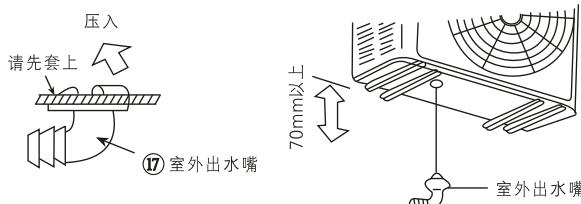

图31
2 欲利用出水孔将冷凝水导出时,请将机体在安装后沿换热器均匀地注入适量的水,观察底盘上三个出水孔的出水量。然后依图31所示将附件⑯室外出水嘴安装在出水量最多的孔中,再套上附件⑰室外出水管,使之朝向最合适的位置,最后用附件⑯出水孔闷堵将其余两孔堵住。